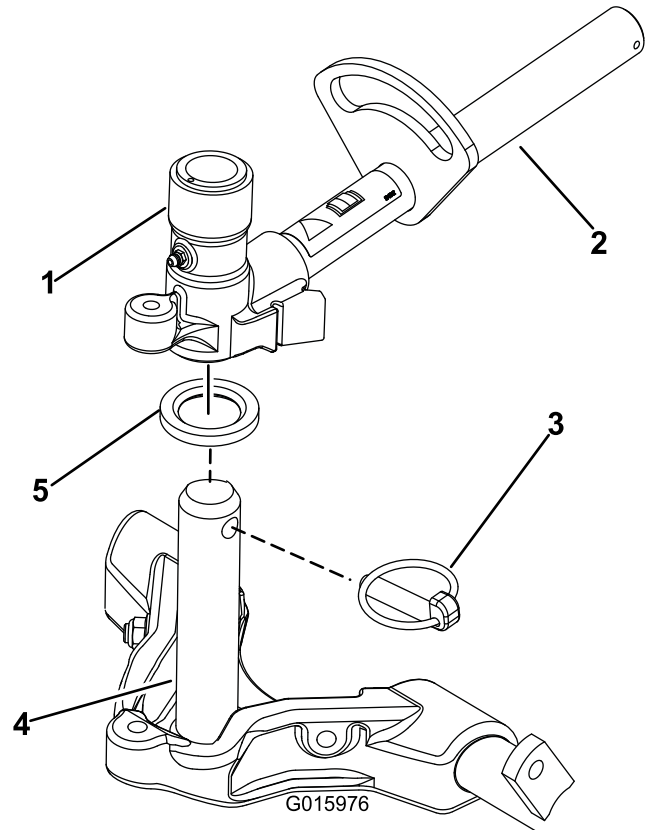

图 16
9. 在承载架轴上涂抹干净的润滑脂图 16。
10. 对于前滚刀组在将承载架轴向上插入提升臂轴轭的同时把滚刀组滑到提升臂下方图 16。
11. 使用 Klik 销将承载架轴固定到提升臂轭图 16。
- B. 将提升臂枢插入承载架轴的上方 (图 16)。